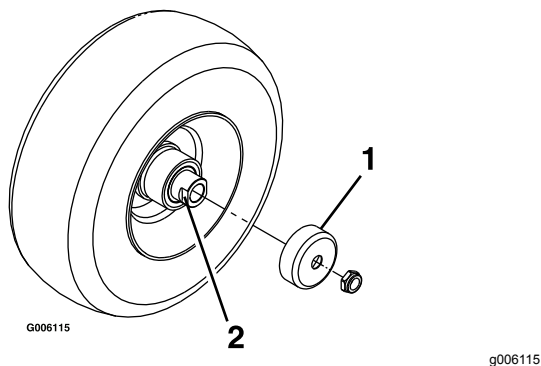

Bild 36
4. Entfernen Sie die Dichtungsabdeckungen von der Radnabe (**Bild 36**).